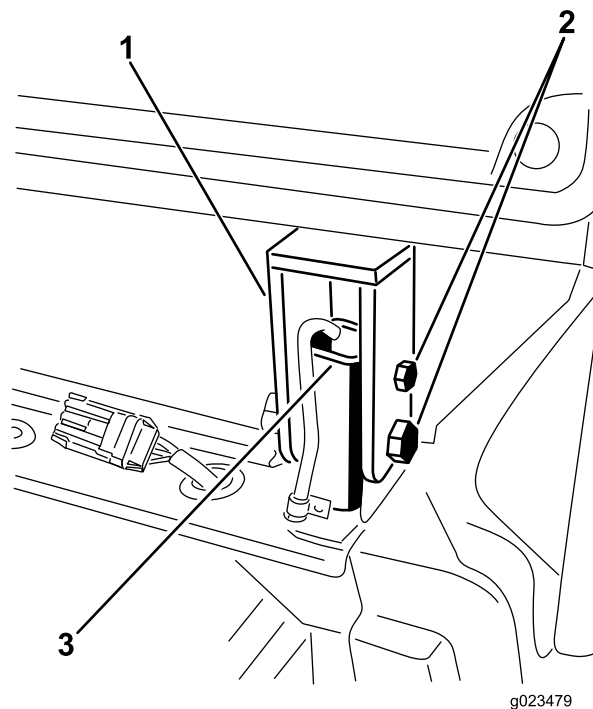

Figure 26
14. Serrez les boulons et écrous pour fixer les supports arrière de la cabine aux montants du système de protection antiretourneement (Figure 26).